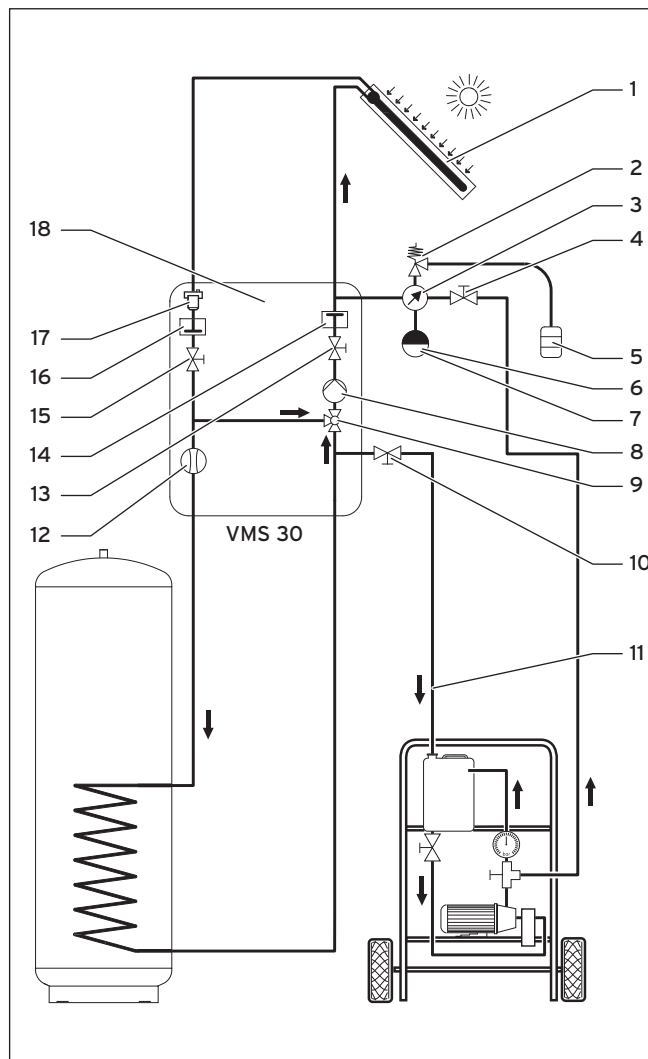
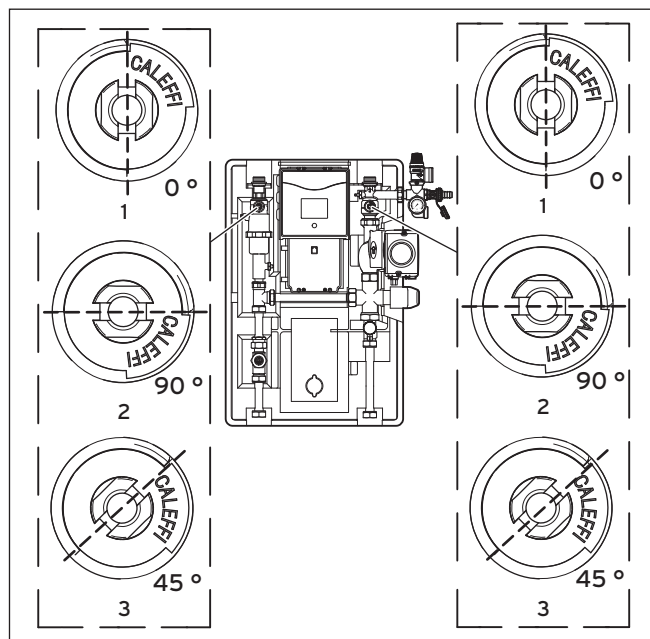

Fig 5.6 Circuito solare e dispositivo di riempimento
Fig. 5.9 Posizioni della valvola di intercettazione della stazione solare
- Durante l'operazione di lavaggio e riempimento, regolare la valvola di intercettazione (→ **13**, **fig. 5.6**) sulla posizione 3 (→ **fig. 5.9**)
- Aprire la valvola di intercettazione della mandata (→ 15, fig. 5.6) della stazione solare.
- Chiudere la valvola di intercettazione del ritorno (→ 13, fig. 5.6) della stazione solare.
- Controllare se il fluido termovettore ritorna dal flessibile di ritorno (→ 11, fig. 5.6) al contenitore.
- Portare la valvola di intercettazione del ritorno (→ 13, fig. 5.6) della stazione solare su 45° (la valvola di non ritorno a cerniera si apre completamente, → fig. 5.9).
- Far funzionare la pompa di riempimento per altri 5 minuti per sfiatare la condotta tra la valvola di riempimento e scarico, la valvola di intercettazione del ritorno (→ 13, fig. 5.6) e il tubo di bypass.
- Chiudere la valvola di intercettazione del ritorno (→ 13, fig. 5.6)
- Chiudere le valvole di riempimento e scarico (→ fig. 5.6) e disattivare subito dopo la pompa di riempimento.
Le due valvole di intercettazione (→ fig. 5.9) devono trovarsi di nuovo in posizione di funzionamento (1).
- Chiudere la valvola di riempimento e scarico (→ 10, fig. 5.6).